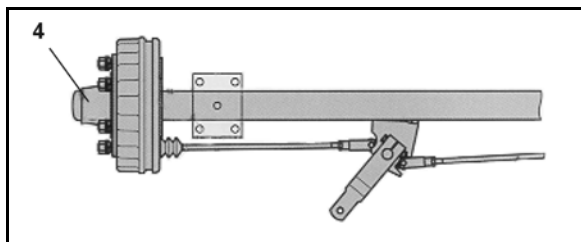

Fig. 110
1. Løsne sekskantskrue M10 (Fig. 110/1).